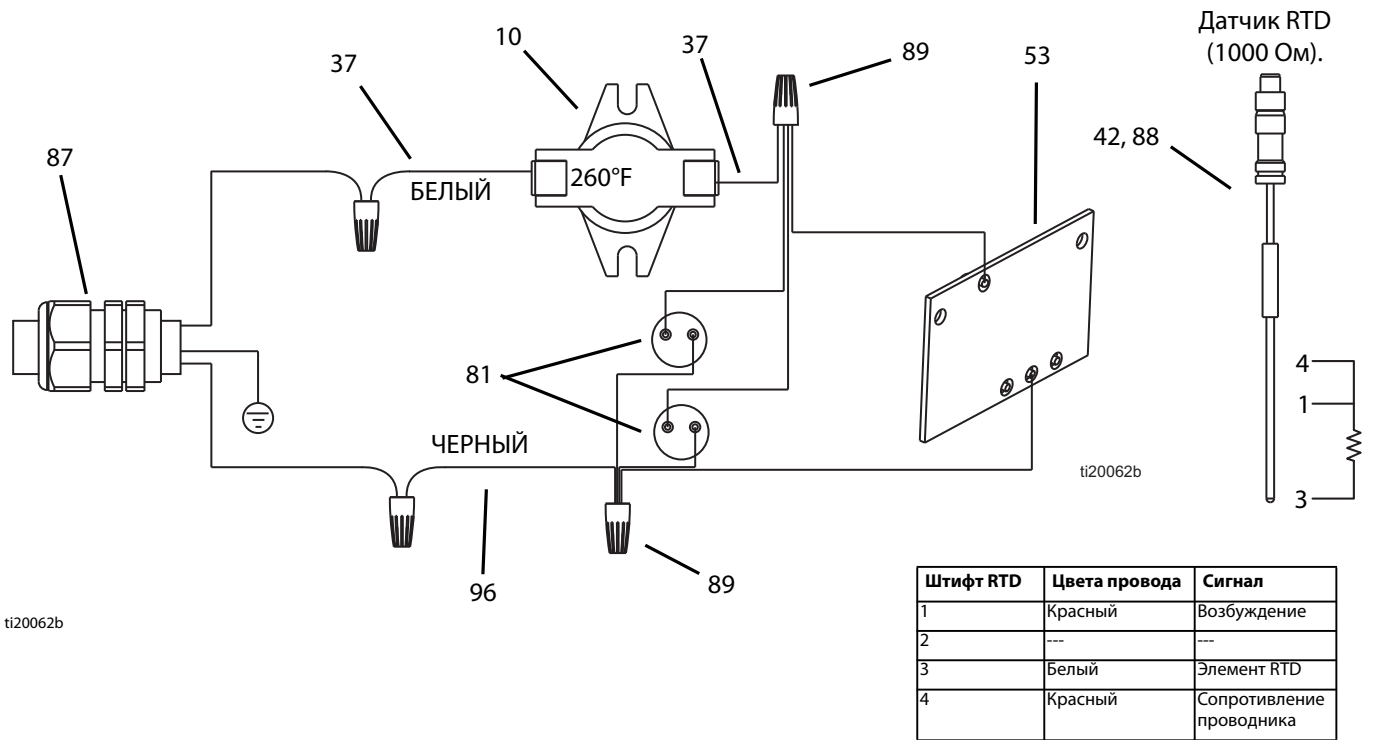

Рис. 9: Электросхема — нагреватель 262853, 24W612 с датчиком RTD
- См. схему электрических соединений на Рис. 10 или Рис. 9.
- Убедитесь в том, что прокладка (47) установлена и совмещена с винтовыми отверстиями электрического блока.
- Закрепите крышку (18) винтами (52). Затяните винты с усилием 10 Н•м (89 дюймов на фунт).
4. Выполните инструкции раздела **Замена сердечника нагревателя и очистка канала для подачи жидкости** на стр. 23. Описанная процедура включает извлечение впускного корпуса (65).
5. При извлеченном впускном корпусе извлеките 5 винтов (52) и снимите крышку (18).
6. Отсоедините провода от картриджей нагревателя (81).
7. Извлеките трубную заглушку (95) и пружины (31) из нижней части сердечника (68).
9. Подключите проводку новых картриджей в соответствии с Рис. 9 или Рис. 10, стр. 19.